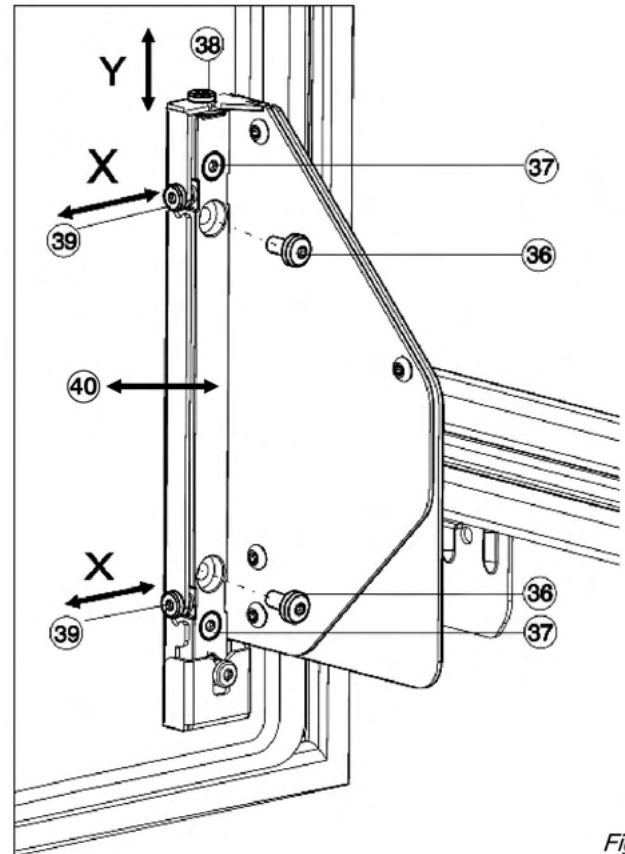

Fig. 26
- ▶ Schrauben Fig. 26 (36) vollständig herausrauben.
- ▷ Die Schrauben Fig. 26 (36) entsorgen, sie werden nicht mehr benötigt.
- ▶ Schrauben Fig. 26 (37) mit 1 bis 2 Umdrehungen nur lösen.
- ▶ Verstellerschraube (38) drehen. Im Uhrzeigersinn: die Tür bewegt sich max. 4 mm nach oben. Entgegen dem Uhrzeigersinn: die Tür bewegt sich max. 2 mm nach unten.
- ▶ Alle Schrauben Fig. 26 (37) wieder festziehen.
- ▶ Falls die Schrauben Fig. 26 (36) noch vorhanden sind, diese vollständig herausrauben.
- ▶ Stellschrauben Fig. 26 (39) je nach gewünschter seitlicher Justagerichtung verstellen.
- ▶ Nach beendeter seitlicher Justage Schrauben Fig. 26 (37) wieder festziehen.